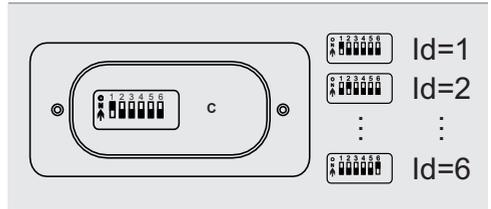

Abb.1b: Identifikationsnummer zuweisen
2. Bringen Sie nun den gewünschten Schalter der entsprechenden Identifikationsnummer in Position „ON“. Überprüfen Sie, dass sich die Schalter der übrigen Identifikationsnummern in Position „OFF“ befinden. Siehe Abb. 1b.